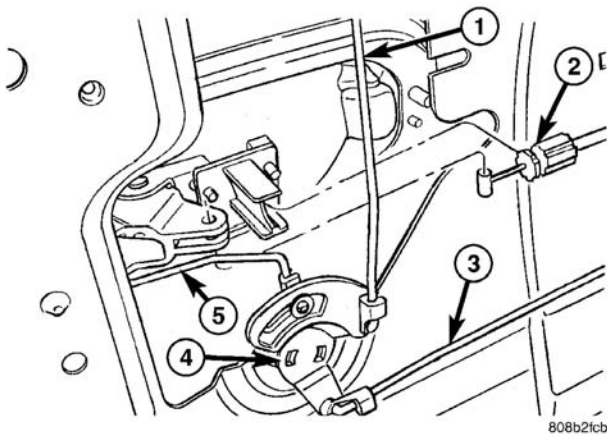

图 21 曲杆
- (1) 卸下止动块。（参见 23-车身/车门-滑动门/止动块-拆卸）。
- (2) 卸下滑动门装饰板。（参见 23-车身/车门-滑动门/装饰板-拆卸）。
- (3) 根据需要从内车门板周围粘接剂上剥下密封胶条，以便接近锁门曲杆。
- (4) 断开锁芯连杆（图 21）。
- (5) 断开门锁连杆。
- (6) 断开门锁连杆和套筒。
- (7) 转动曲杆，从车门上将其松开，从而拆下曲杆。
- (8) 将曲杆拆离车辆。
- (1) 将曲杆装到车辆上。
- (2) 将曲杆转动到位。
- (3) 将门锁拉杆放置到位，并结合夹子（图 21）。
- (4) 将拉杆和套筒放置到位，并结合夹子。
- (5) 将锁芯拉杆放置到位，并结合夹子。
- (6) 将密封条放置到位，并牢牢地按压到粘接剂上，以确保正确敷设导线和联接装置。
- (7) 安装滑动门装饰板（参见 23-车身/车门-滑动门/装饰板-安装）。